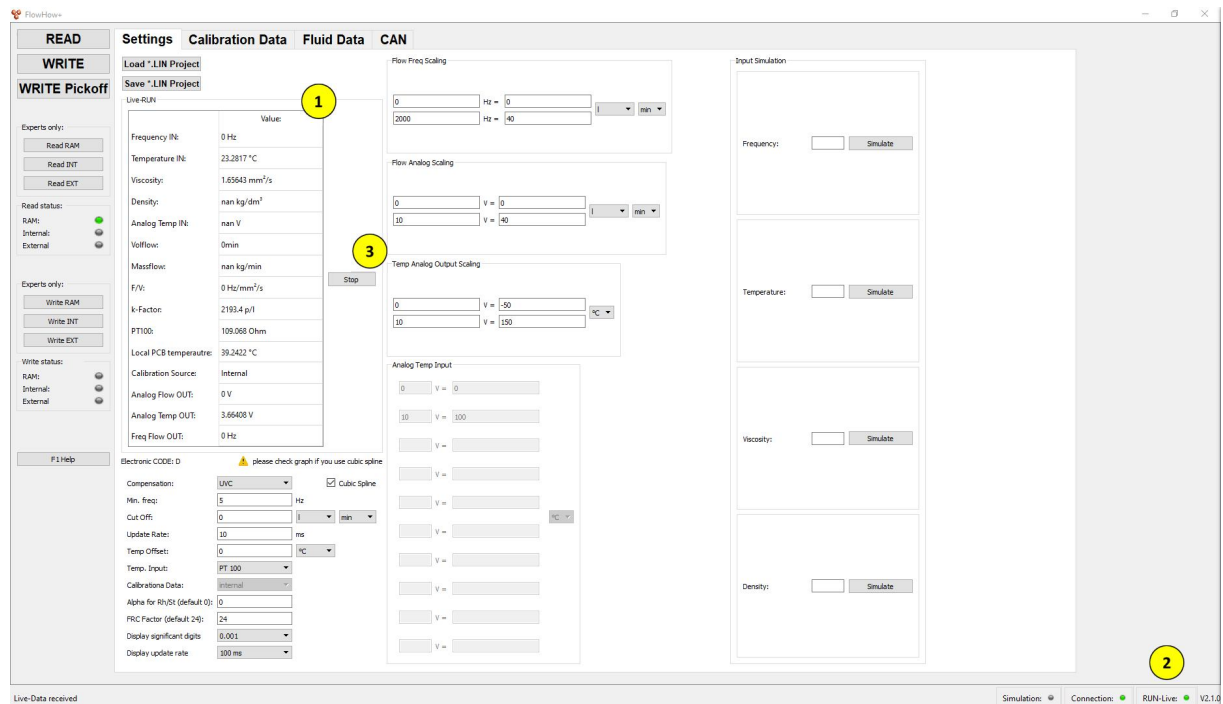

Abb. 18 Live-RUN aktiv
Die Echtzeit-Daten werden danach im Bereich „Live-RUN“ **(1)** eingeblendet und die Status-LED „RUN-Live“ **(2)** leuchtet grün [Abb. 18]. Die Daten können mit einem angeschlossenen Volt- bzw. Amperemeter an den entsprechenden Ausgängen verglichen und damit überprüft werden.
- Schaltfläche „Stop“ **(3)** drücken [Abb. 18].